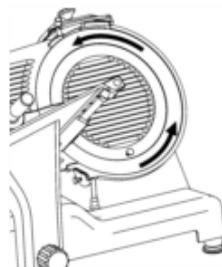

Fig. 16
- Compruebe el sentido de rotaciones de la cuchilla pulsando el botón blanco „ON“ (I) del interruptor del aparato (13), luego pulse el botón negro STOP „OFF“ (O) y apague el aparato.
- Mirando desde la protección de la cuchilla, la cuchilla debe girar en sentido antihorario (fig.16).